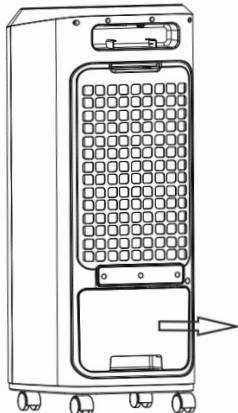

Imagen 1
1. Retire el depósito de agua como se muestra en la imagen 1